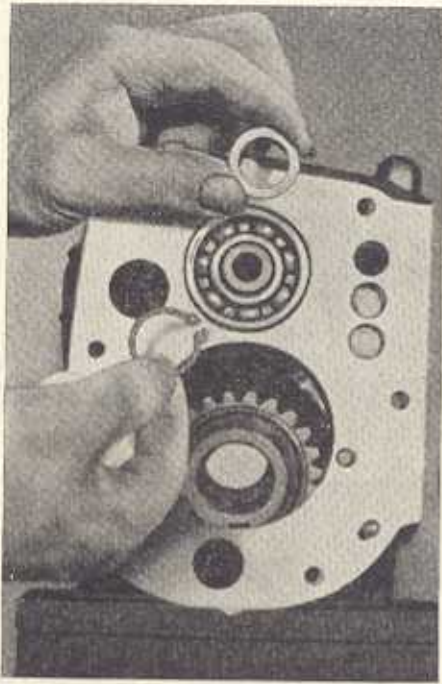

Bild G 23. Abnehmen des Sicherungsringes für hinteres Rillenkugellager der Antriebswelle
1. Sicherungsring am Rillennlager auf der Antriebswelle (Freilaufseite) mit einer Sicherungsringzange abnehmen und Schulterring entfernen (Bild G 23).